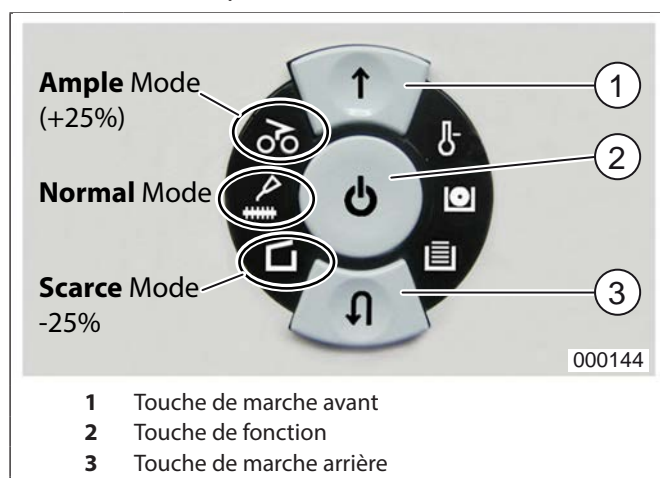

fig. 5 Modifier le volume d'huile
avant (fig. 5/1) et la touche marche arrière (fig. 5/3) et les maintenir enfoncées.
4. En outre, appuyez sur la touche de fonction (fig. 5/2) et relâchez-la.
7. Appuyez plusieurs fois sur la touche fonction (fig. 5/2) jusqu'à ce que le niveau souhaité de volume d'huile s'allume (fig. 5).
Si vous voulez continuer avec le déchetage, rallumez la machine : Actionner brièvement la touche de fonction (fig. 5/2).